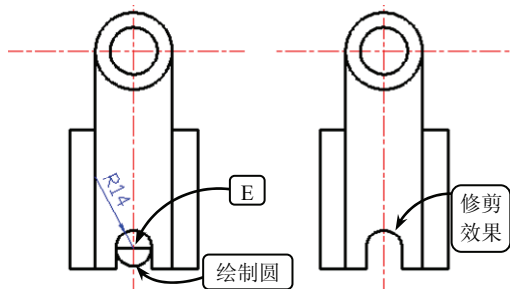

图 3-70 绘制圆并修剪
⑱ 利用【圆】工具选取点 E 为圆心，绘制半径为 R14 的圆。然后利用【修剪】工具修剪该圆和多余的轮廓线，效果如图 3-70 所示。